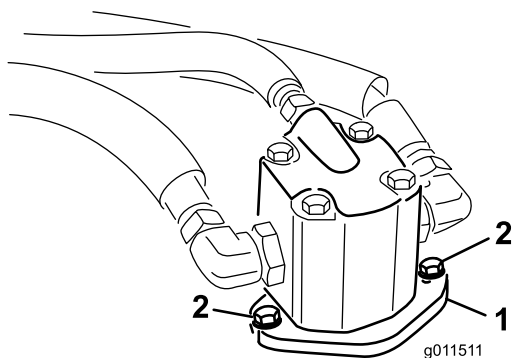

Рисунок 98
4. Выверните болты крепления гидроцилиндра к деке газонокосилки (Рисунок 98).